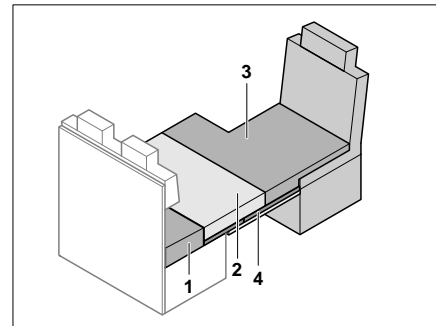

Bild 188 Nach dem Umbau
- Zusatzpolster (Bild 188,3) auf den Fahrersitz legen.
- Sitzpolster (Bild 188,2) auf die Notbettunterlage legen.